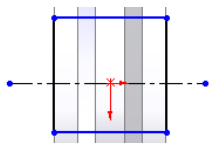

图 3-167 绘制的矩形
**12** 绘制中心线。在菜单栏中选择“工具”→“草图绘制实体”→“矩形”命令,绘制如图3-167所示的矩形,使矩形的左右两边与实体边线重合。